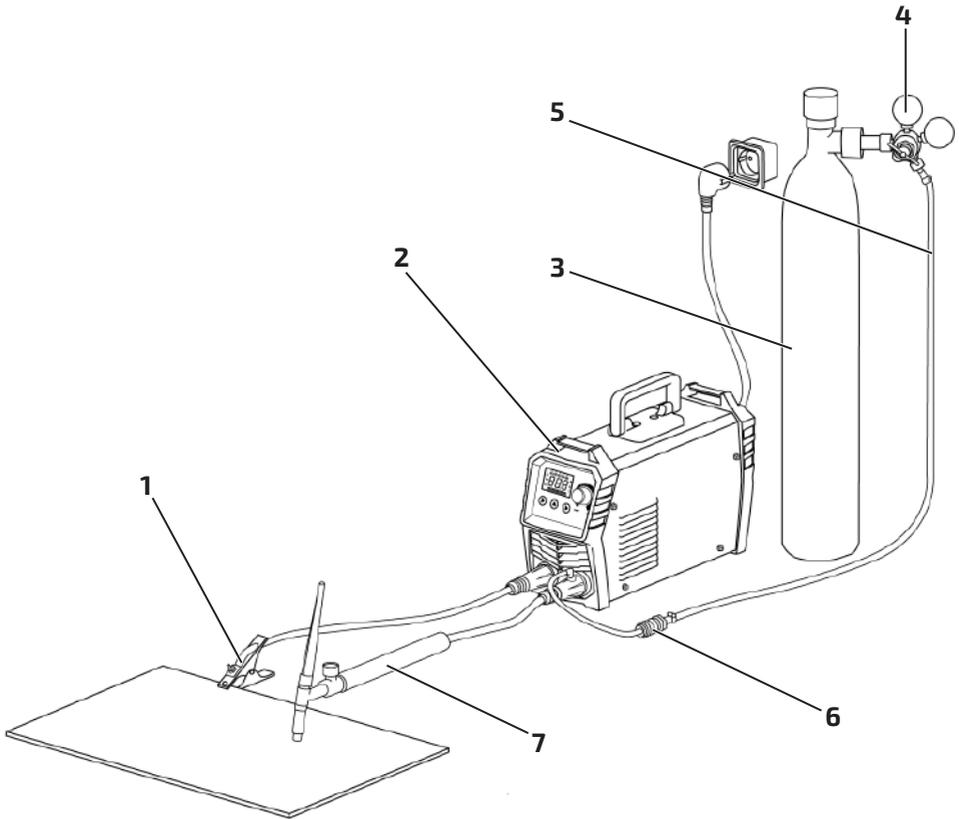

Рис. 11.0.1. Схема подключения оборудования.
2. На передней панели сварочного аппарата имеется два панельных разъёма: «+» и «-». Подключите вентильную горелку для аргонодуговой сварки в разъём «-», а клемму заземления подключите в разъём «+» (см. рис. 11.0.1).